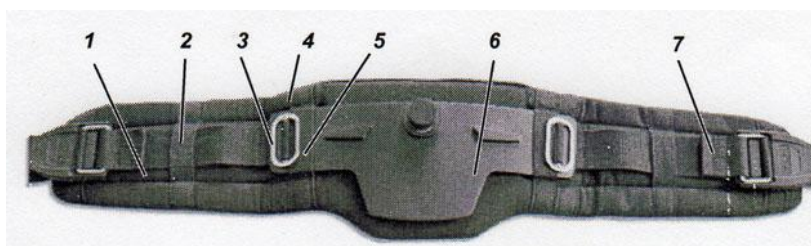

Fig. 32 – Cinto para os Quadris sem a Placa Giratória
O cinto para os quadris com almofada é mostrado na Fig.32
- (1) Rosqueie as fivelas de metal e o cinto, conforme mostrado na Fig. 32 através dos laços externos e do meio na almofada do cinto.
- (2) Monte as fivelas de metal, conforme mostrado na placa giratória.